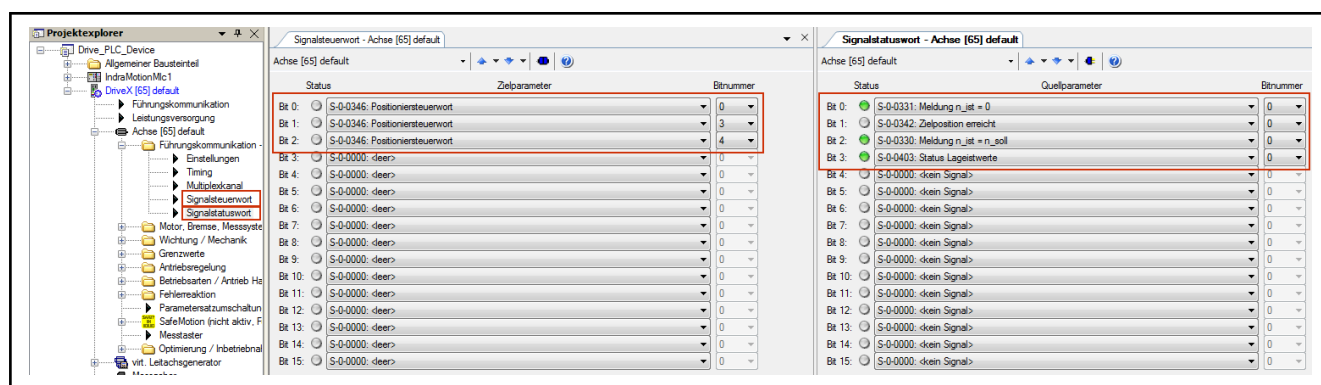

Abb. 6-116: Parametrierung Signalsteuer- und Signalstatuswort mit Indraworks
4. Im IndraWorks Ds Signalsteuerwort und Signalstatuswort parametrieren wie in Abb. 6-116 "Parametrierung Signalsteuer- und Signalstatuswort mit Indraworks" auf Seite 373 beschrieben.